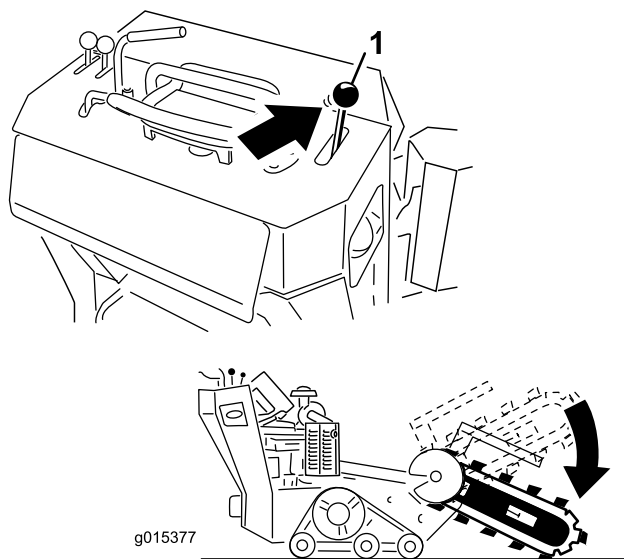

Рисунок 20
2. Опустите стрелу (Рисунок 20).